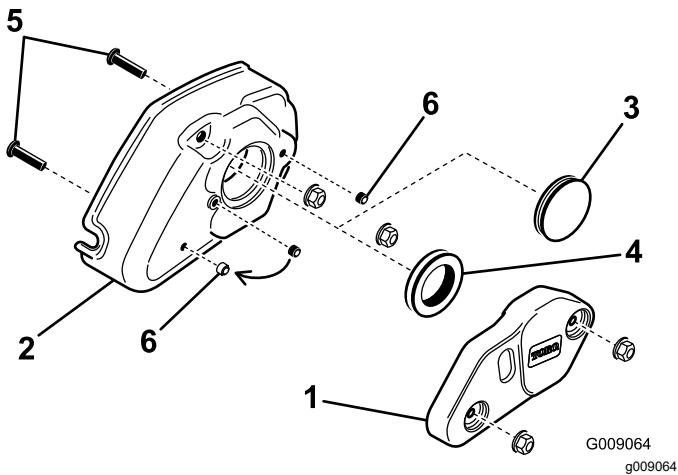

Figura 21
1. Cobertura do rastelo 2. Porca de montagem da cobertura (2)
2. Retire as duas porcas flangeadas de 5/16 pol. que fixam o peso do rastelo à cobertura do mesmo e retire o peso (Figura 21).
3. Retire o olhal sólido da cobertura e substitua-o pelo anel do olhal de borracha (Figura 21).
4. Retire os dois parafusos de 5/16 x 1 1/4 pol. roscados na cobertura (Figura 21).
5. Retire o parafuso de afinação do orifício central, na cobertura do rastelo (Figura 21).